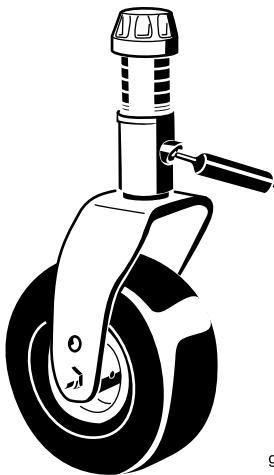

Figura 85
- 1 boccola dell'albero della forcella della ruota orientabile (Figura 85)